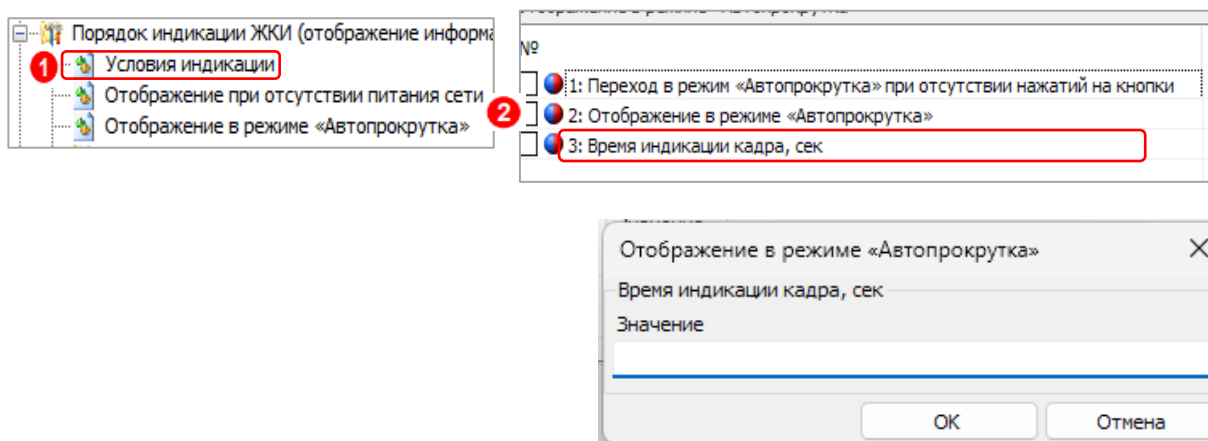

Рисунок 56
Переключение информации в режиме «Автопрокрутка» выполняется при условии настройки «Переход в режим «Автопрокрутка» при отсутствии нажатий на кнопки», в режим «Включено» (см. рисунок 56, группа «Условия индикации» (1)).